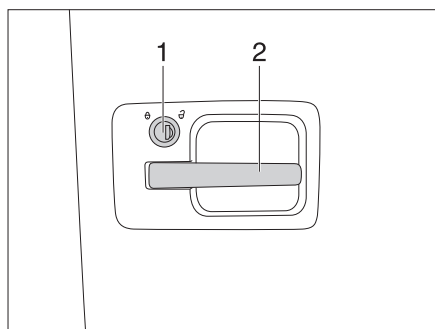
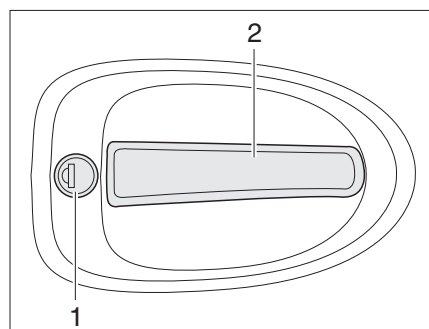

Fig. 18 Cerradura de la puerta, en el exterior
Fig. 19 Cerradura de la puerta, en el exterior
- Introducir la llave en el cilindro de cierre (Fig. 18,1 y Fig. 19,1) y girar en sentido de las agujas del reloj hasta que esté desbloqueada la cerradura de la puerta.
- Tirar del tirador de la puerta (Fig. 18,2 y Fig. 19,2). La puerta está abierta.
- Introducir la llave en el cilindro de cierre (Fig. 18,1 y Fig. 19,1) y girar en sentido de las agujas del reloj hasta que esté bloqueada la cerradura de la puerta.